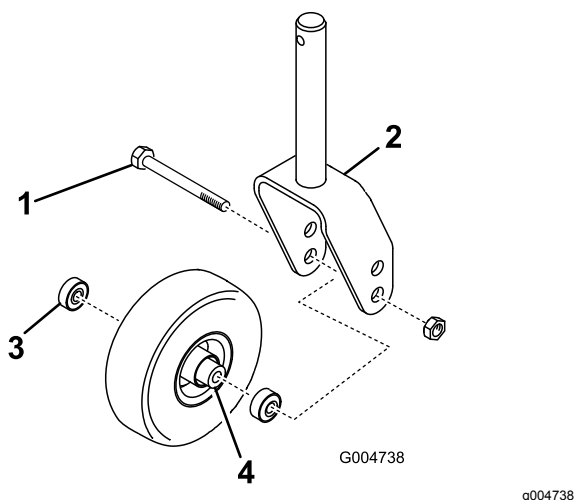

Figura 26
1. Retire la contratuerca del perno que sujeta el conjunto de la rueda giratoria en la horquilla (Figura 26). Sujete la rueda giratoria y retire el perno de la horquilla o del brazo de pivote.
2. Retire el cojinete de la rueda y deje que se caiga el suplemento del cojinete (Figura 26). Retire el cojinete del otro lado de la rueda.